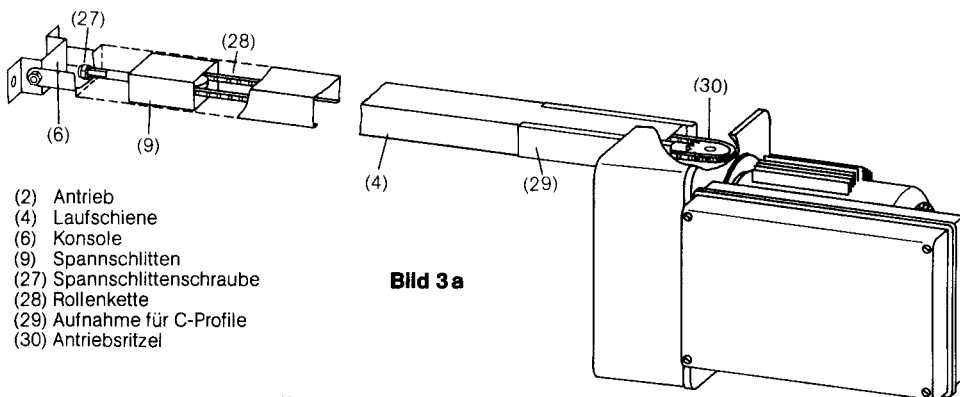

Bild 3a
- Spannschlittenschraube (27) für Rollenketten (28) lösen.
- Laufschiene (4) auf „Aufnahme für C-Profile“ (29) einschieben und Kette (28) über Antriebsritzel (30) legen (Bild 3a).
- Kette (28) über Spannschlittenschraube (27) spannen.